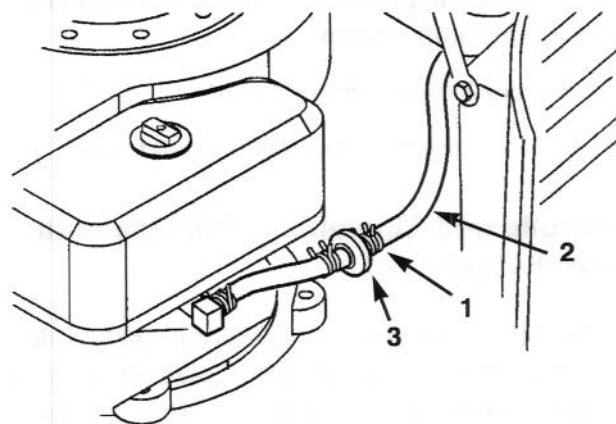

Bild 25
3. Die Enden der Schlauchklemme zusammendrücken und auf die Kraftstoffleitung in Richtung Kraftstofftank aufziehen (Bild 25).
4. Die Kraftstoffleitung vom Filter abziehen (Bild 25) und das Benzin in einen Benzinkanister oder eine Auffangwanne ablaufen lassen.
Der Kraftstofffilter (Bild 25) läßt sich am besten bei leerem Tank auswechseln. Nie verschmutzte Kraftstofffilter nach Entfernung von der Leitung montieren.
3. Die Enden der Schlauchschellen zusammendrücken und vom Filter abschieben (Bild 25).